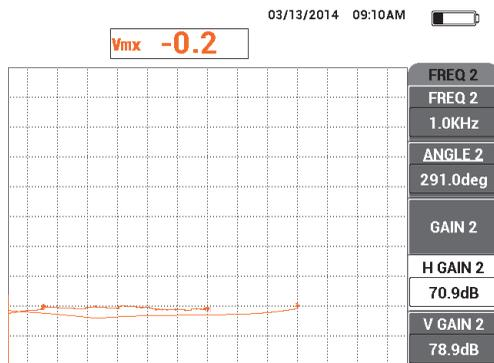

Рис. 5-108 Настройка значения Г УСИЛ 2
15. Плотно прижимая преобразователь к образцу в точке 2, изучите точку сигнала **МИКШ.**, затем нажмите клавишу меню MAIN FILTER () и уменьшите значение Г УСИЛ 2 (клавиша D), так чтобы рабочая точка **МИКШ.** сигнала не переходила за более чем 3 деления влево от нулевой точки (см. Рис. 5-108 на стр. 216).